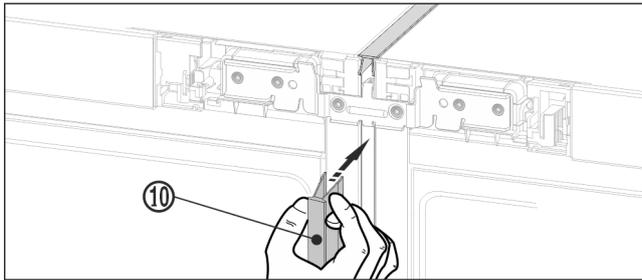

Fig. 25
- ▶ Auf der Vorderseite die lange Abdeckleiste Fig. 25 (10) in den vertikalen Spalt drücken. Darauf achten, dass die Leiste auf dem Verbindungsblech aufsteht.